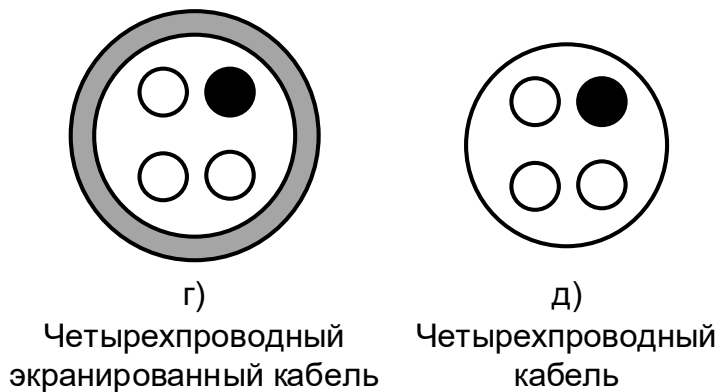

Рисунок 4-13 Типы силовых кабелей
- Для обеспечения меньшего уровня электромагнитного излучения необходимо использовать экранированные силовые кабели с симметричными заземляющими проводниками (Рисунок 4-13);
Использование для подключения двигателя симметричного экранированного кабеля (Рисунок 4-13, а) по сравнению с четырехпроводным обеспечивает меньший уровень электромагнитного излучения всей системы электропривода, а также меньшие токи через подшипники двигателя и их износ.
При использовании экрана кабеля в качестве проводника защитного заземления (Рисунок 4-13, б) его сечение должно соответствовать значениям, указанным в таблицах 4-2~4-5. При невыполнении этого условия рекомендуется использовать кабель с симметричными проводниками защитного заземления (Рисунок 4-13, а) или отдельный проводник заземления (Рисунок 4-13, в).